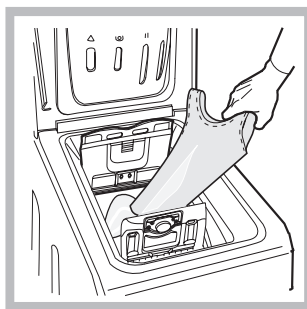

Fig. 3
C) Införsel av tvättgods. (Fig. 3)